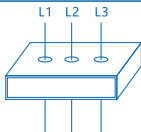
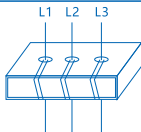

图6 3A以上一次穿心
图7 3A以下多次穿心
- 1) 交流接触器至电动机的三条主电路分别穿过电动机保护器的导线孔与电动机进行连接, 当电动机额定电流小于3A时, 三相主电路需多次穿心, 穿心匝数见表2。穿过电动机保护器穿心孔的最低信号电流与穿孔匝数之积要大于3A。电动机保护器穿心示意图见: 图6、图7。